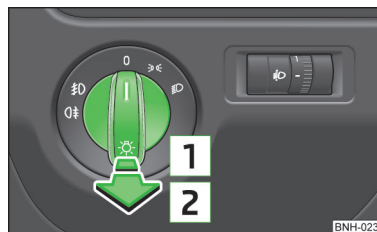

Abb. 23
- Den Lichtschalter in Stellung oder » Abb. 23 drehen.
- Den Lichtschalter in Stellung oder » Abb. 23 auf Seite 41 drehen.